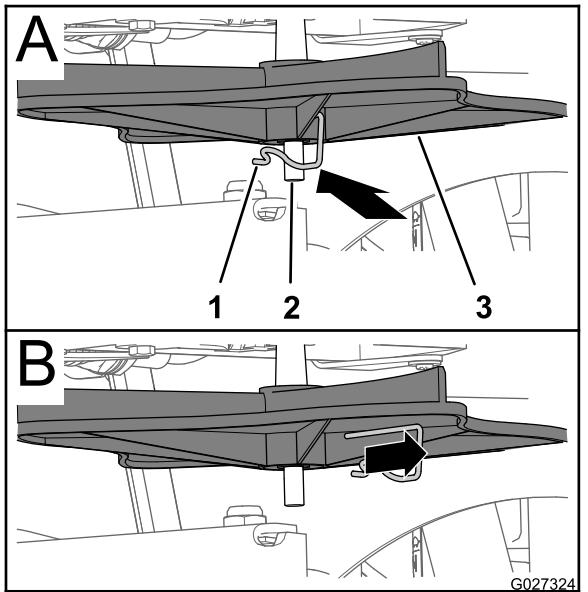

Figura 28
4. Retire el pasador de arrastre que sujeta el impulsor al eje del motor del impulsor, y retire el impulsor del eje (Figura 28 y Figura 29).